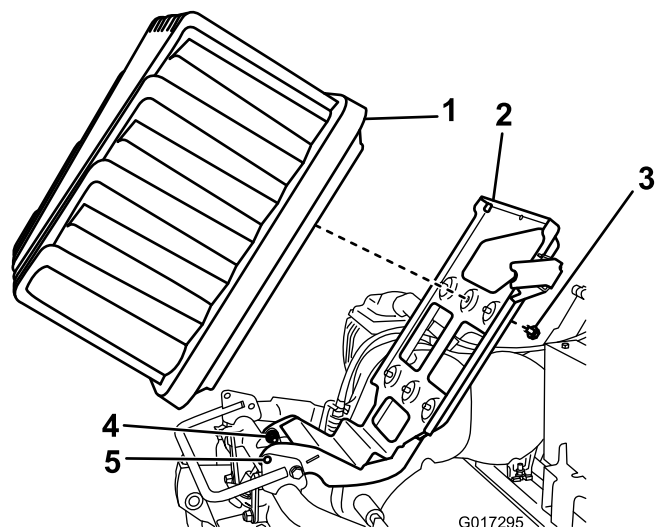

Figura 9
6. Sollevare la piattaforma della batteria fino ad allineare i fori di bloccaggio alla base e sul telaio (Figura 9). Fate scorrere un cacciavite o un'altra barra di acciaio attraverso i fori per tenere la piattaforma in posizione sollevata.
5. Allentate i 2 dadi/bulloni di rotazione di mezzo giro ciascuno (Figura 9).